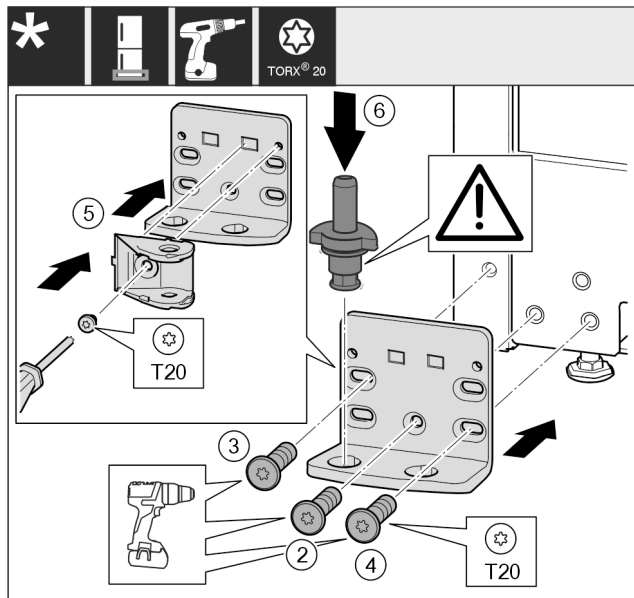

Fig. 49 *
- ▶ Lagerbock auf der anderen Seite ansetzen und mit Hilfe eines Schraubendrehers anschrauben. Mit der Schraube Fig. 49 (2) unten in der Mitte beginnen.*
- ▶ Schraube Fig. 49 (3) und Schraube Fig. 49 (4) fest-schrauben.*
- ▶ Schließdämpferverbindung Fig. 49 (5) um 180° drehen. Auf der anderen Seite des Lagerbocks mit Schraubendreher anschrauben.*
- ▶ Lagerbolzen Fig. 49 (6) komplett einsetzen. Dabei darauf achten, dass der Rastnocken nach hinten zeigt.*